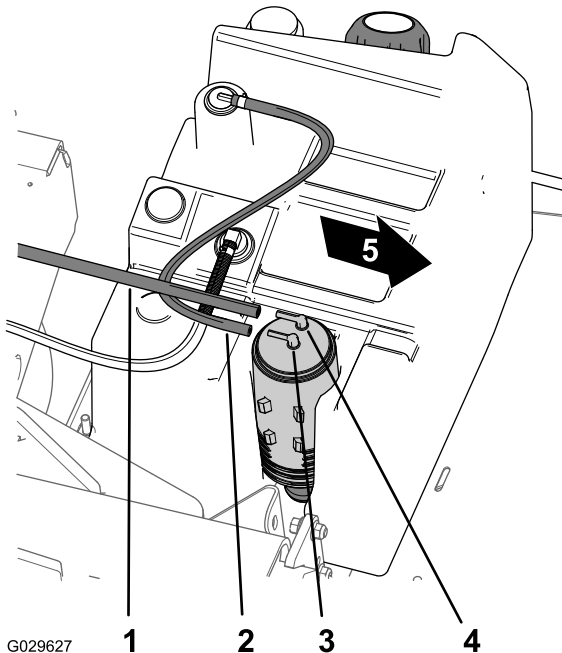

図 53
- カーボンキャニスタの Purge と書かれたフィッティングから、バキュームホースを外す 図 53。
- カーボンキャニスタの Fuel Tank 燃料タンクと書かれたフィッティングから、ホースを外す 図 53。
- カーボンキャニスタの Purge と書かれたフィッティングにバキュームホースを取り付ける 図 53。